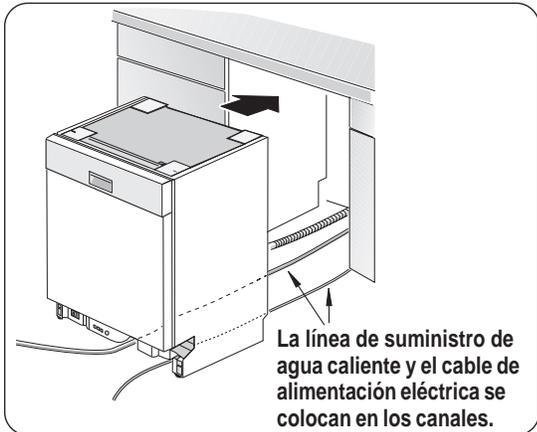

Ilustración 20
- 2 Acomode la lavadora tan cerca del gabinete como para poder conectar la manguera de desagüe de la lavadora a la conexión de evacuación debajo del fregador. Asegúrese de que el tubo de agua caliente y el cable eléctrico estén puestos en sus canales respectivos bajo la base de la lavadora, tal como indican en la **Ilustración 20**.